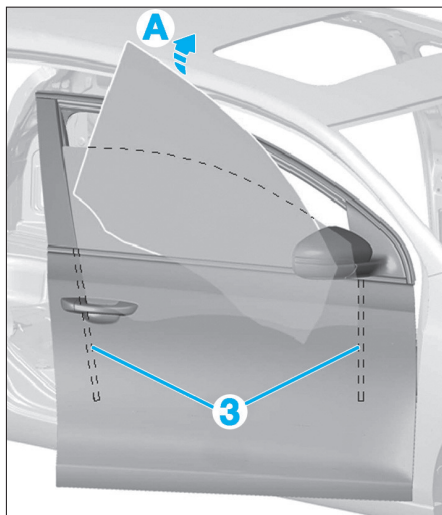

Fig. 65
- Soulever l'arrière de la vitre de porte et l'extraire des guide-vitres (3) en la faisant basculer en avant, dans le sens de la flèche (A) (Fig.65).